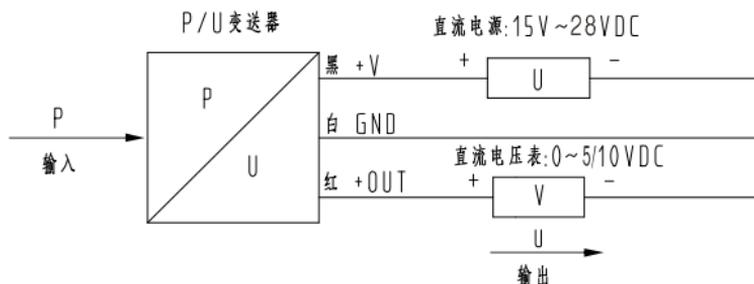

图 8
6.1.3 三线制，0V~5/10V DC 输出的变送器电气连接方法见图 8。